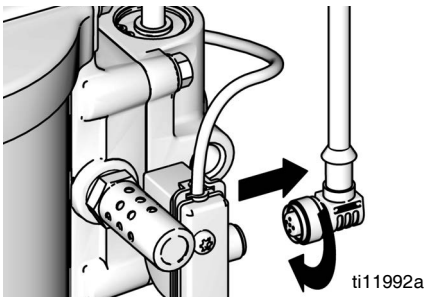

FIG. 10. Desconecte el Datatrak
1. Desatornille el cable de la parte trasera del conjunto del interruptor de láminas. Consulte la FIG. 10.